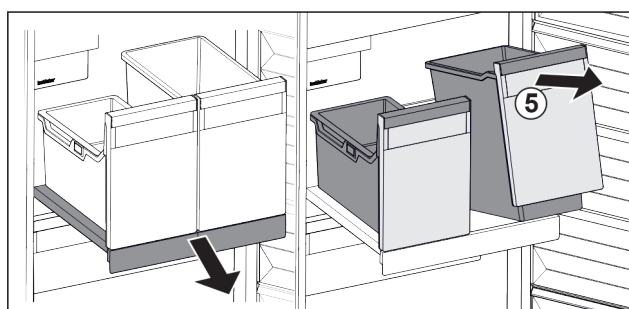

Fig. 104
- ▶ Soulever les bacs Fig. 104 (5) par l'avant.